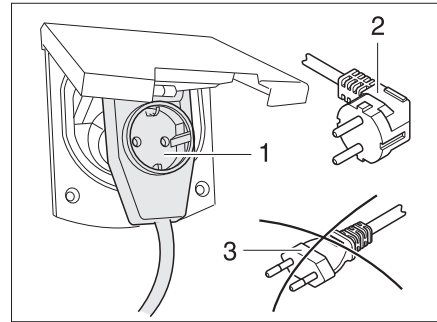

Bild 92 Anschluss an eine Winkelkupplung mit Steckdose
- ▶ Bei Verwendung einer CEE 17 Winkelkupplung mit rückseitig eingebauter Steckdose (Bild 92,1) nur einen gummierten und versiegelten IP 44 Stecker mit Schutzkontakt (Bild 92,2) verwenden. Keine Stecker ohne Schutzkontakt (Bild 92,3) verwenden. Gefahr eines Stromschlages!